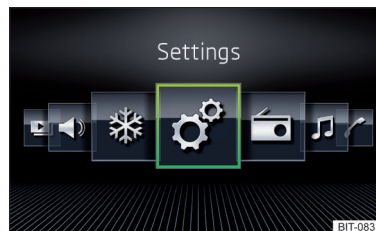

Fig. 169
- ▶ Selectați opțiunea **Afișare rastru** » fig. 168 sau **Afișare orizontală** » fig. 169.